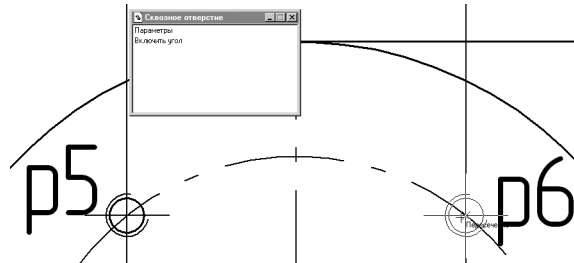

Рис. 51.24. Вставка элемента из библиотеки
10. Последовательно щелкните в точках p5 и p6 (рис. 51.24).